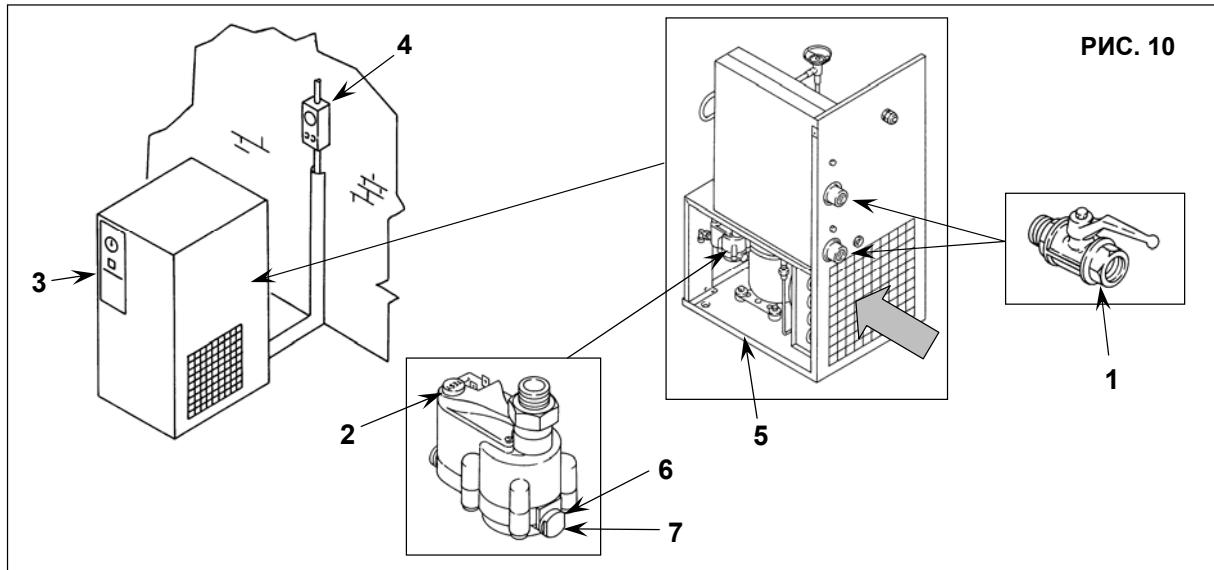

РИС. 10
#### 15.2 ОЧИСТКА ФИЛЬТРА УСТРОЙСТВА АВТОМАТИЧЕСКОГО СЛИВА КОНДЕНСАТА (Рис. 10)
- Закройте кран, поз. 1, рис. 10
- Сбросьте давление в осушителе, нажав кнопку слива конденсата "TEST", расположенную на пароотделителе, поз. 2, рис. 10.
- Выключите устройство, нажав кнопку "STOP", поз. 3, рис. 10
- Включите автоматический дифференциальный переключатель питания, поз. 4, рис. 10
### 15.3 ОЧИСТКА КОНДЕНСАТОРА (Рис. 10)
- Снимите панели, поз. 5, рис. 10
- Очистите ребра конденсатора, поз. 1, сжатым воздухом (Рис. 10). **НЕ ИСПОЛЬЗУЙТЕ ВОДУ И РАСТВОРИТЕЛИ**
- Установите панели, поз. 5, рис. 10